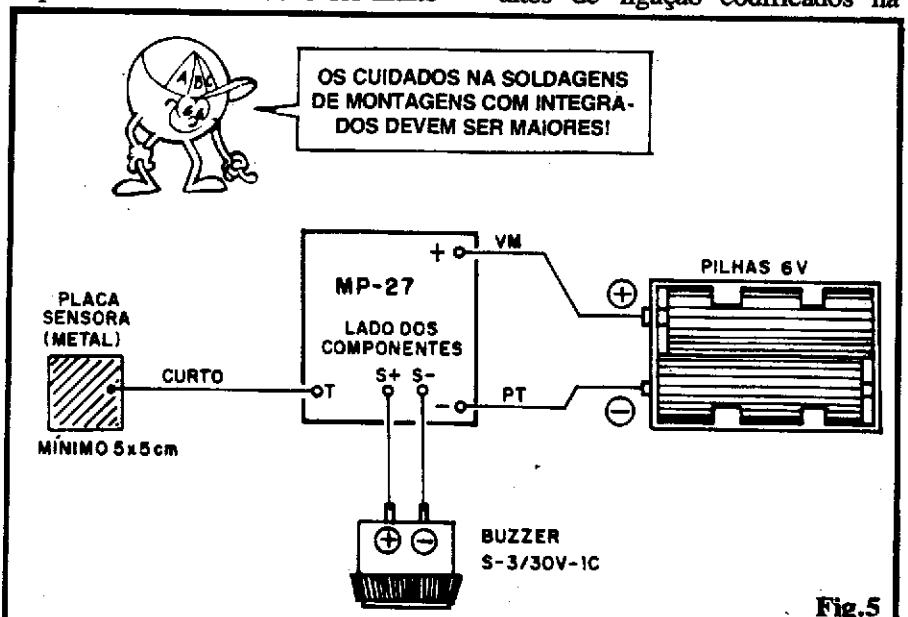

Fig.5
seus terminais! A pinagem do Integrado 555 é referenciada pela posição relativa da marquilha em uma das suas extremidades (aquela que fica voltada para a posição ocupada pelo diodo 1N4148...), conforme o Leitor/"Aluno" poderá verificar re-consultando a Seção TRUQUES & DICAS da presente 14ª "Aula" do ABC... O diodo citado tem sua posição referenciada pelo anel indicador de catodo, enquanto que o capacitor eletrolítico tem a polaridade dos seus terminais nitidamente demarcada no "chapeado"... Os furos/ilhas "periféricos", referem-se às conexões externas, e estão assim codificados: "+" e "-" para a entrada da alimentação (pilhas), "S+" e "S-" para as ligações (polarizadas) do buzzer, e "T" para a placa sensora de toque/proximidade. Vejam a fig. 5...
- FIG. 5 - Ligações externas à placa. O Circuito Impresso, na figura, continua visto pela face não cobreada, apenas que agora (como isso não interessa, para a alimentação...) os componentes não mais são estilizados, de modo a "limpar" a visualização... Atenção às polaridades da alimentação (pilhas), referenciada pelas cores dos cabinhos originais do suporte, bem como do buzzer (o circuito não funcionará se qualquer desses "periféricos" for ligado invertido...). A ligação à placa sensora não deve ser muito
Nos testes iniciais, o circuito deve estar sobre uma superfície isolante (madeira ou plástico), assumindo o posicionamento aproximado que a própria fig. 5 mostra. Isso estabelecido, o Leitor/"Aluno" pode verificar a sensibilidade e o funcionamento, encostando um dedo na plaquinha metálica sensora, com o que o alarme deve disparar, assumindo sempre a temporização aproximada de 5 segundos... O Leitor/"Aluno" verificará também que sob determinadas circunstâncias, não será necessário o toque "fisi-